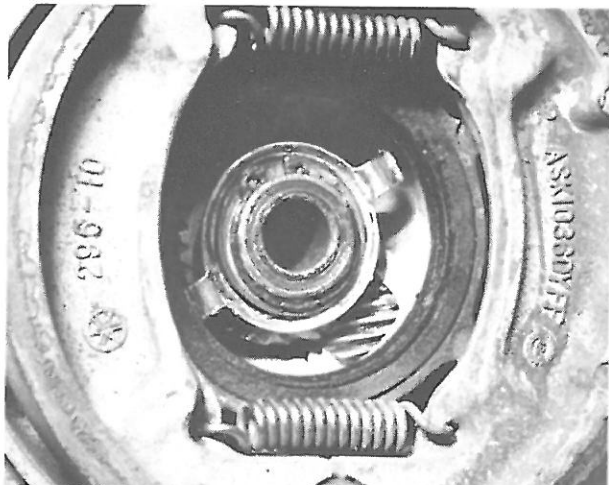

Bild 210
- Der Tachometerantrieb befindet sich in der vorderen Bremsankerplatte; der Antrieb erfolgt vom Innern der Vorderradnabe aus. Schwierigkeiten mit den Antriebsteilen sind selten, sofern sie bei jedem Zerlegen der Vorderbremse Fett mitbekommen, denn von aussen her gibt es keine Schmiermöglichkeit. Bei unzulässigem Verschleiss können Schneckenritzel und -welle nach Lösen einer Einschraubbuchse komplett aus der Ankerplatte herausgezogen werden. Das Schneckenrad wird zusammen mit dem Mitnehmerblech (das in die Nabe eingreift) und einer Anlaufscheibe von einem Sprengring im Zentrum der Bremsankerplatte festgehalten (Bild 210).